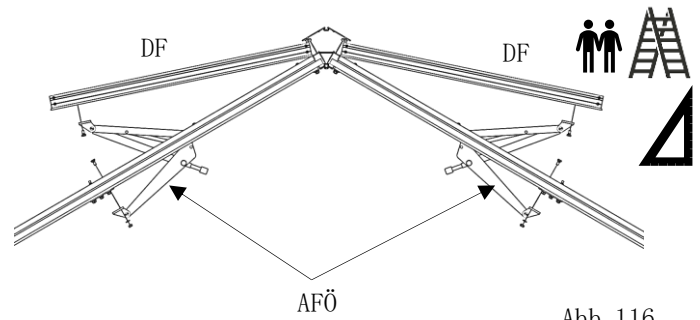

Abb. 116
- die beiden automatischen Fensteröffner (Pos. AFÖ) an die Dachfensterprofile (Pos. DF) montieren. (Abb. 116)